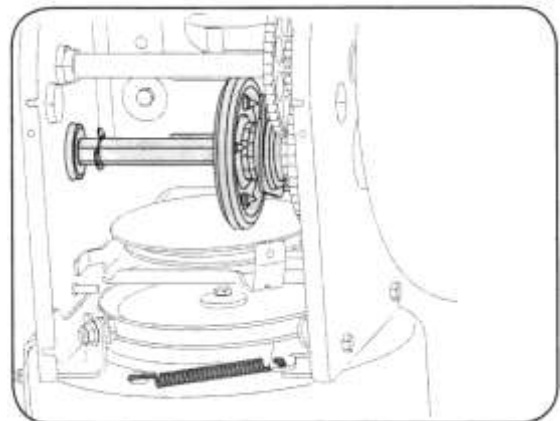

Рисунок7
2. Достаньте масляный щуп и посмотрите уровень масла. Смотри рисунок 7
3. Уровень масла будет между отметками “ВЫСОКИЙ” и “НИЗКИЙ”. Смотри рисунок 7
Смотри рисунок 7